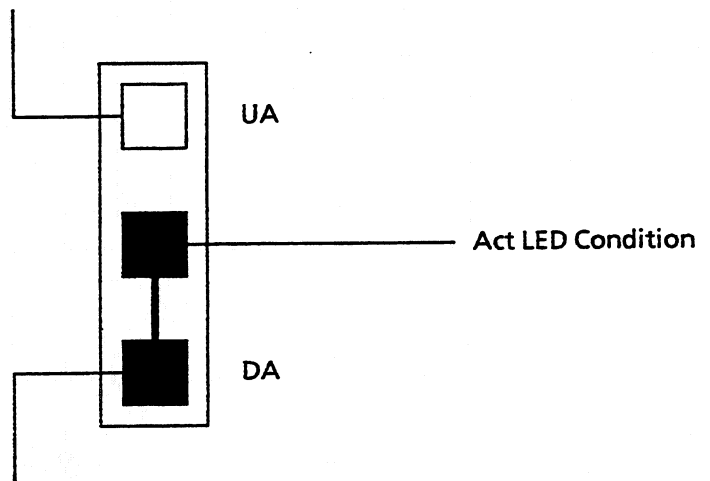

FIGURE 4-4 JUMPER CONFIGURATION FOR ACT. LED CONTROL
4.2.1 DA/UA JUMPER (See Figure 4-4)